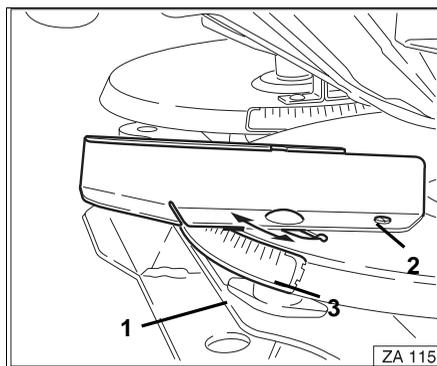

Fig. 29
Pour régler les différentes largeurs de travail, desserrez les écrous à ailettes (Fig. 29/1) puis faites pivoter horizontalement, en continu, chaque aube d'épandage autour de son axe (Fig. 29/2).
**En déplaçant les aubes vers des valeurs plus élevées de l'échelle graduée (Fig. 29/3) vous augmentez la largeur de travail.**